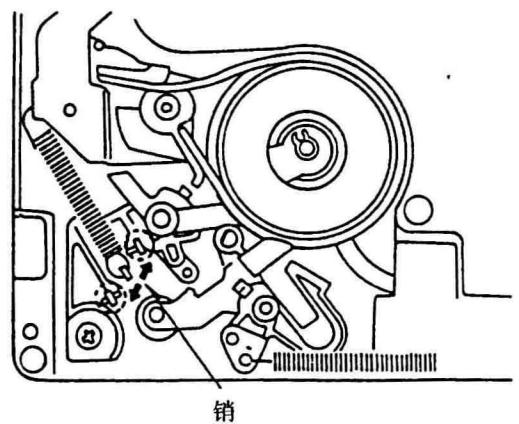

图37
②因为张力表非常灵敏, 所以建议取三次读数;
③如果超过20~25 g技术规格, 就改变弹簧槽口位置, 如图37所示。